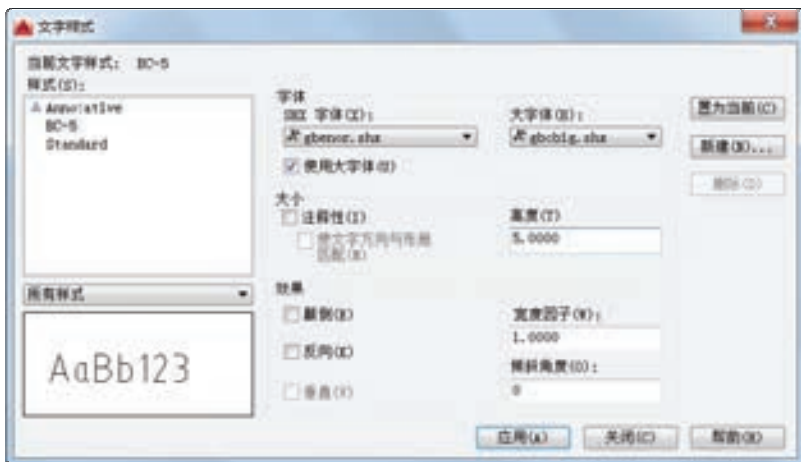

图 8-3 创建新文字样式
3) 设置文字样式。在“格式”菜单中选择“文字样式”命令，或者在功能区“默认”选项卡的“注释”溢出面板中单击“文字样式”按钮 ，打开“文字样式”对话框。利用“文字样式”对话框创建符合国家标准文字样式，例如单击“新建”按钮来新建一个名为“BC-5”文字样式，设置其“SHX 字体”为“gbenor.shx”，勾选“使用大字体”复选框，“大字体”设置为“gbcbig.shx”，字体“高度”为“5”，其他设置如图 8-3 所示。